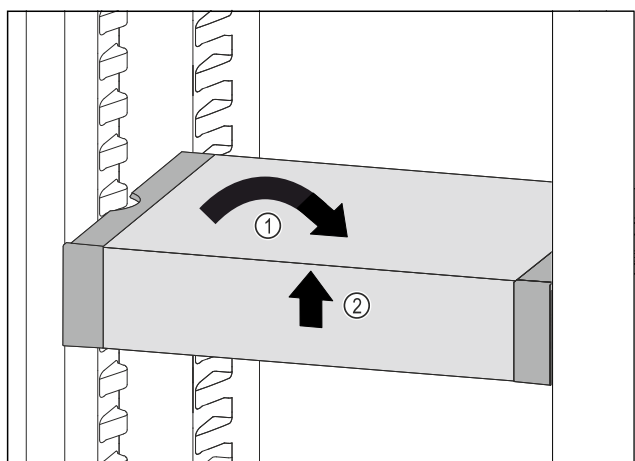

Fig. 74
- ▶ Coloque el VarioSafe en posición recta. Fig. 74 (1)
- ▶ Levante el VarioSafe por delante. Fig. 74 (2)